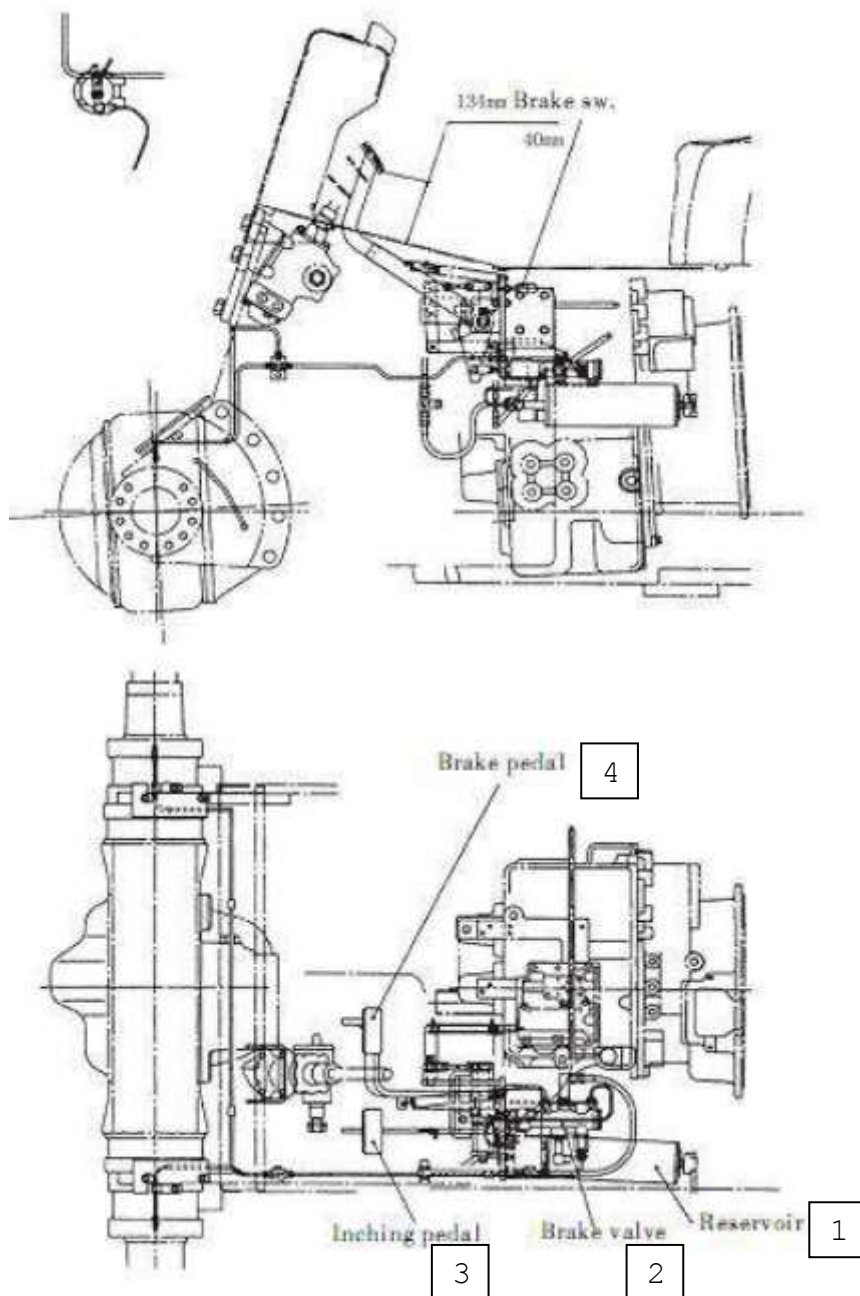

Рис. 5.2. Блок педали тормоза:
5.2.1. Устройство педали тормоза (см. Рис. 5.2).